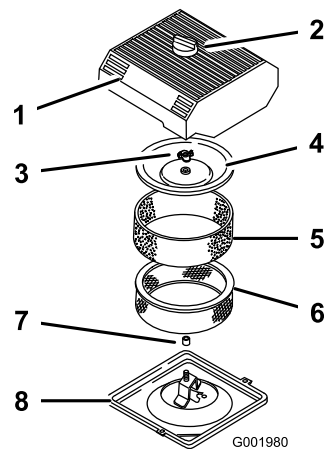

図 46
3. エアクリーナを外したときエンジン内部に異物が入らないよう、周辺をきれいに拭く（図 46）。
4. エア・クリーナのカバーのノブをゆるめてカバーを外す（図 46）。
5. ペーパー・エレメントからスポンジ・エレメントを注意深く取り外す（図 46）。
6. カバー・ナットを外し、カバーとペーパー・エレメントを外す（図 46）。
1. ペーパー・エレメントにスポンジ・エレメントを注意深く取り付ける(図 46)。
3. カバー・ナットを取り付けて指締めする(図 46)。
4. エア・クリーナーのカバーとノブを元通りに取り付ける(図 46)。